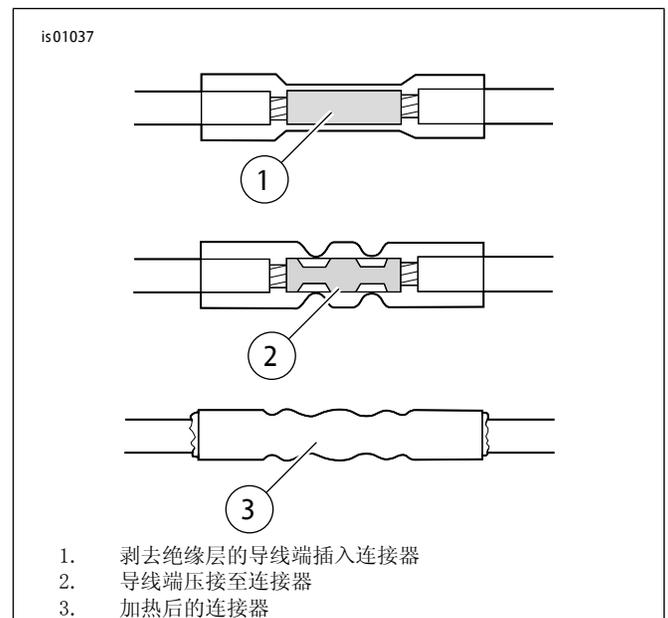

图12。密封拼接连接
3. 参见图12。对于每个拼接点,按照所示的方式将导线末端插入拼接连接器。